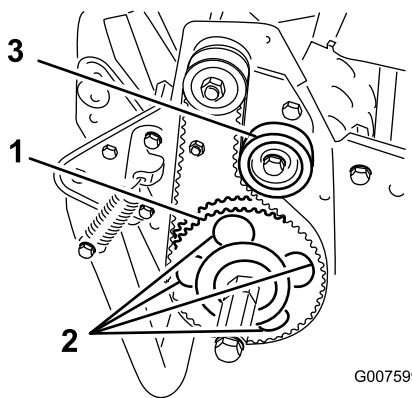

**Bild 44**
6. Nehmen Sie die hintere Riemenabdeckung rechts an der Maschine ab (Bild 44).